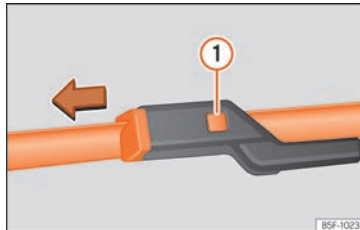

Abb. 81 Scheibenwischerblatt Frontscheibenwischer auswechseln.
- Drücken Sie die Entriegelungstaste **①** **»» Abb. 81.**